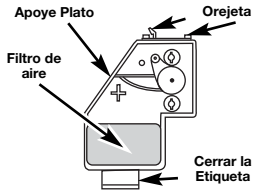

Fig. 36
- Instale de nuevo la tapa del filtro de aire. Haga coincidir las ranuras que hay en la parte superior de la tapa del filtro de aire con las lengüetas de la parte superior de la placa posterior (Fig. 36).